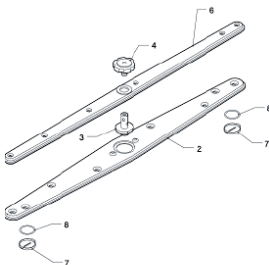

Abb. 13
- Demonieren Sie die Sprüharme (Abb. 13) (oben und unten 2,6) durch Abschrauben der Schrauben (4,3). Schreiben Sie die Aufsätze (7) auf beiden Seiten der Sprüharme ab.